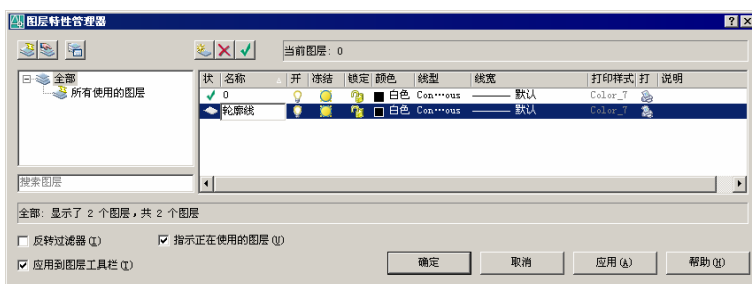

图 2-3
④ 调整视图范围。选择【视图】/【缩放】/【范围】菜单命令，即可调整视图范围。
⑤ 创建“轮廓线”图层。单击工具栏中的【图层特性管理器】按钮，弹出【图层特性管理器】对话框。单击对话框中的【新建图层】按钮，在【名称】文本框中输入图层的名称“轮廓线”，如图 2-3 所示，完成后按【Enter】键。